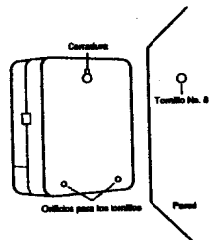

Ilustración 16: Montaje del Regulador
- ◆ Atornille contra la pared un tornillo N. 8 en cada uno de los dos agujeros que están en la parte inferior de la caja del regulador [Vea ilustración 16].